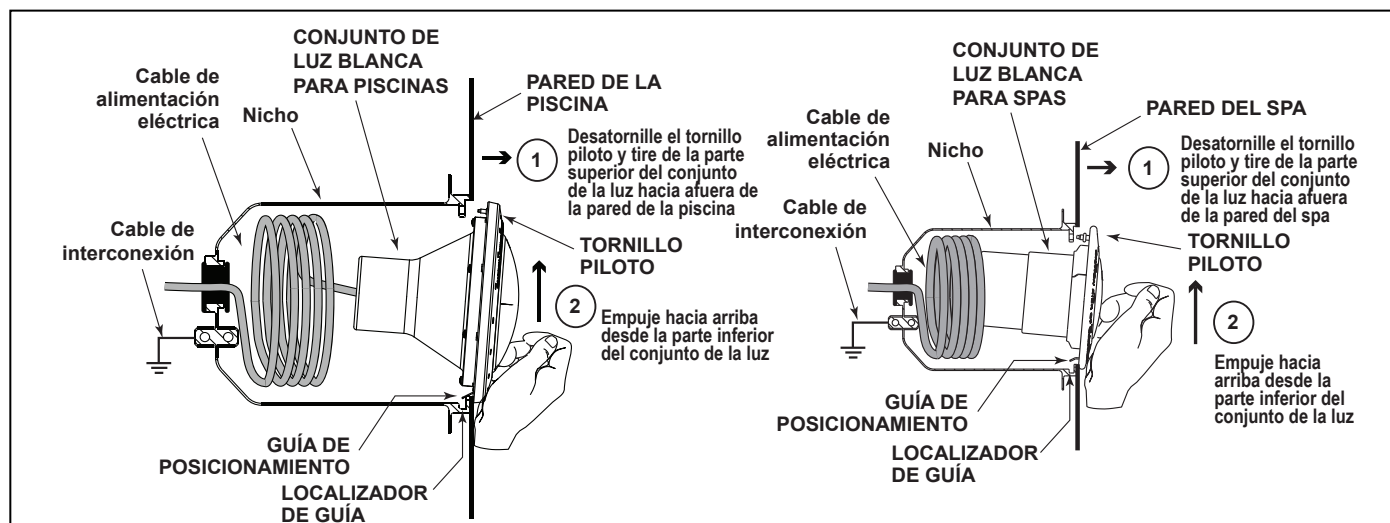

Figura 1. Extracción del conjunto de la luz blanca para piscinas y spas para reemplazar la lámpara
3. Para retirar el conjunto de la luz, desatornille el tornillo piloto especial en la parte superior del aro frontal, retire el conjunto de la luz del nicho y colóquelo cuidadosamente en el perímetro exterior de la piscina. No es necesario vaciar la piscina o el spa. Véase Figura 1.